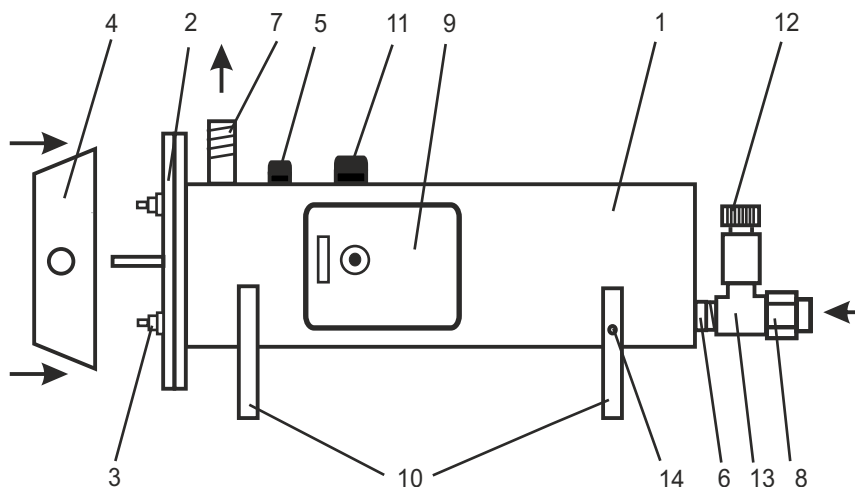

Рисунок 1.
4.1 Водонагреватели ЭПВН-7,5; -9,45; -12; -15; -18; -21; -24; -30 (рис.1) состоят из следующих основных частей: корпуса (1) с входным (6) и выходным (7) патрубками G½; секции, состоящей из крышки (2), с одним (ЭПВН 7,5) или тремя (ЭПВН-9,45;-12;-15;-18;-24;-30-1) трубчатыми электронагревателями (ТЭН) (3) из нержавеющей стали; датчика терморегулятора (5); аварийного термовыключателя (11). Выводы ТЭНов закрыты защитным кожухом (4)